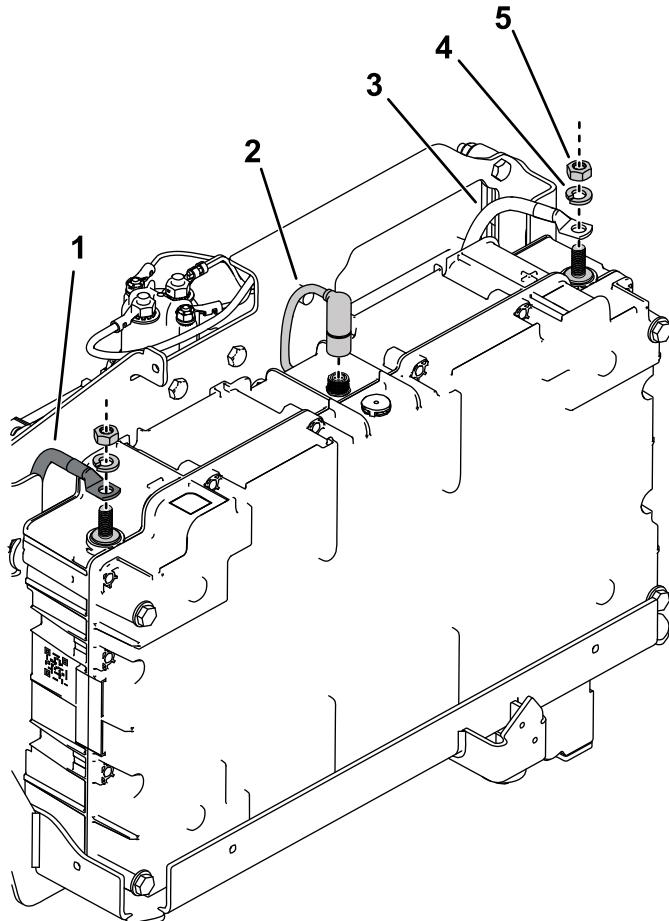

Figure 9
4. Branchez le câble du contrôleur sur le connecteur en haut de la batterie (Figure 9).
rondelle-frein et un écrou hexagonal, comme montré à la Figure 9; serrez l'écrou hexagonal à 9 N·m (6,6 pi-lb).
6. Reliez le câble négatif (noir) à la borne négative (-) de la batterie et fixez-le en place avec une rondelle-frein et un écrou hexagonal, comme montré à la Figure 9; serrez l'écrou hexagonal à 9 N·m (6,6 pi-lb).